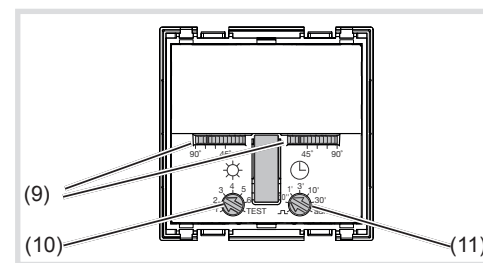

Bild 9
Der Erfassungswinkel kann für die rechte und für die linke Seite je Einsteller (Bild 9, 9) zwischen 45° ... 90° eingeschränkt werden. Somit kann der Erfassungswinkel zwischen 90° und 180° liegen (Bild 5).
- Potenziometer Ansprechbarkeit (Bild 9, 10) auf Position TEST einstellen.
- Potenziometer Nachlaufzeit (Bild 9, 11) in die gewünschte Position drehen.